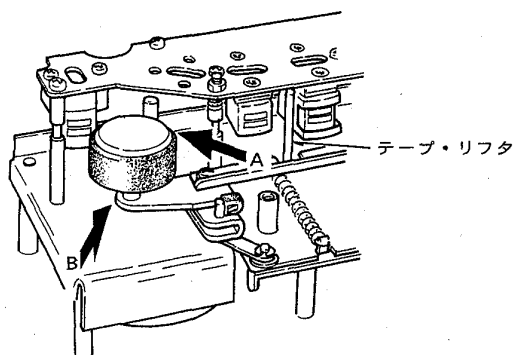
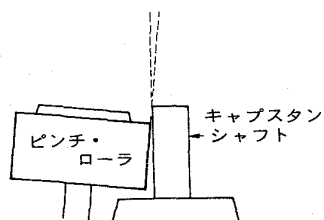

図10 平行度のチェック方向
図11 A視図(平行でない例)
- 図10に示すテープ・リフタを手で押し上げ、ピンチ・ローラをキャプスタン・シャフトに近づける。
- 図10に示すA方向から見て、ピンチ・ローラとキャプスタン・シャフトの平行度をチェックする。(図11)
- 次にピンチ・ローラを外し、テープ・リフタを上げ、図10のB方向から見てピンチ・ローラとキャプスタン・シャフトの平行度をチェックする。